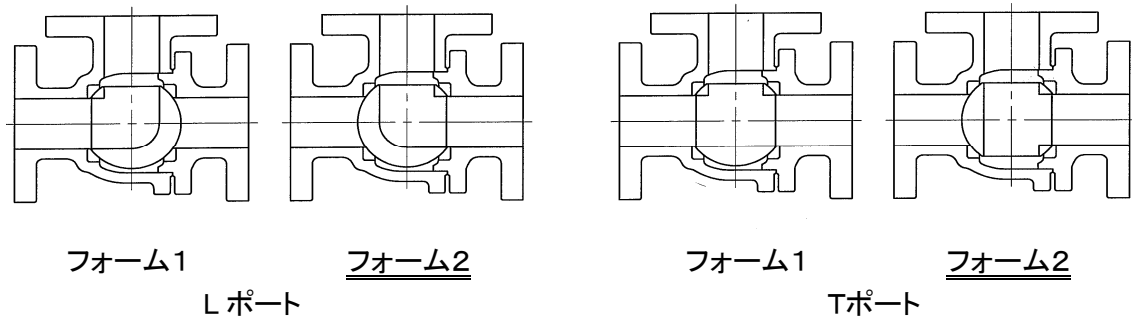
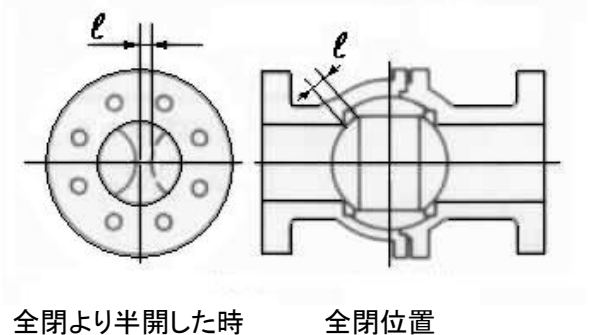
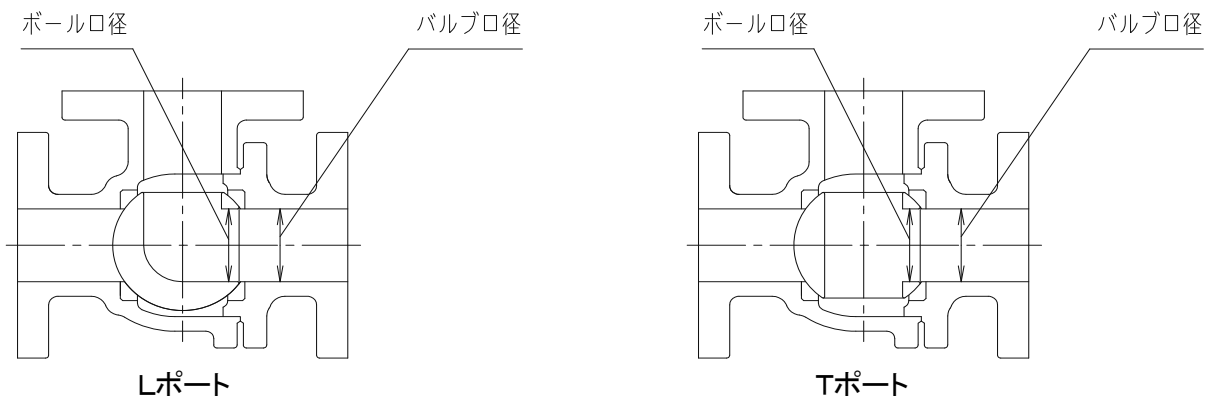

図27
図28
図29
- ② 手動操作にてバルブを全閉位置にします。全閉位置における弁体の位置は図28, 図29のとおりです。3方弁の場合は、バルブを上から見て時計方向に動かしたフォームにしてください。例えば、Lポートではフォーム2の位置に、Tポートのフォーム1とフォーム2の切替えではフォーム2の位置にしてください。(図27)
- ・ 2方弁の全閉位置はボールシートとボールの重なり量(図28)を測定し、表6の寸法(l)となるように調整してください。
- ・ 3方弁の場合は、ボール口径が見える側からボールをのぞき、ボール口径がバルブ口径の中心になるように調整してください。(図29)